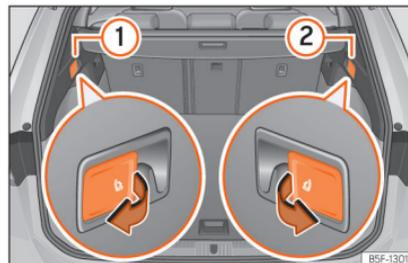

Abb. 120 Im Gepäckraum: Hebel zum Entriegeln der Rücksitzlehne.
- Ziehen Sie am Hebel zur Fernentriegelung auf der linken » Abb. 120 ① oder rechten ② Seite der Rückenlehne in Pfeilrichtung. Der entriegelte Teil der Rücksitzbank klappt nun automatisch nach vorn um.